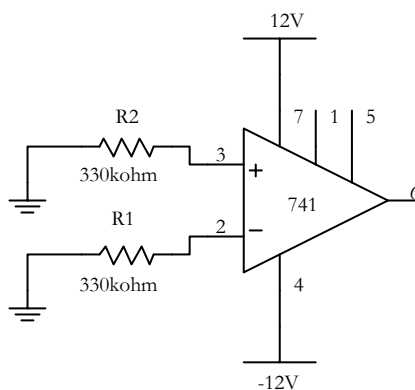

Figura 1
1.1. Armar el circuito de la Figura 1.